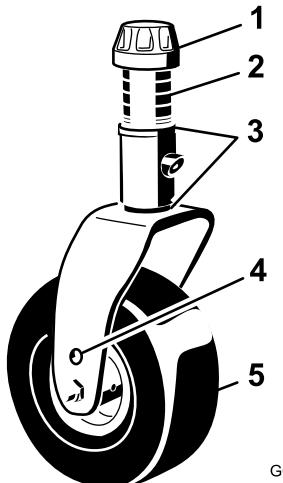
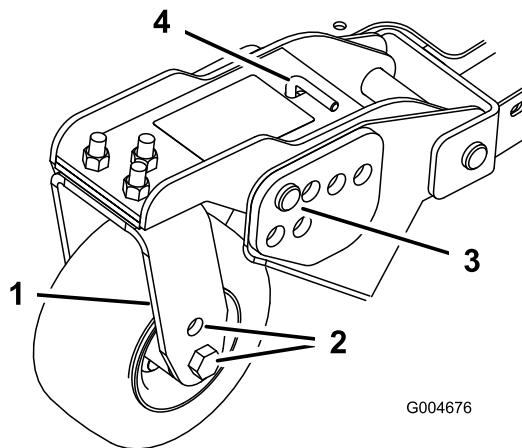
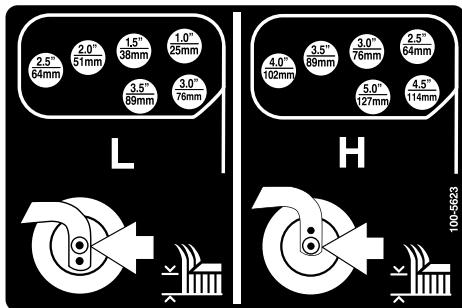

Figura 24
Figura 26
Figura 27
1. Coloque os eixos da roda giratória nos mesmos orifícios em todas as forquilhas da roda giratória (Figura 24 e Figura 26).
2. Retire a tampa de tensionamento do eixo roscado e desloque o fuso para fora do braço da roda giratória (Figura 24).
5. Retire o perno de gancho e os pinos de segurança dos braços articulados da roda giratória (Figura 26).
6. Rode a barra tensora para levantar ou descer o braço articulado, até os orifícios se encontrarem alinhados com os orifícios da altura de corte desejados, na estrutura da plataforma do cortador (Figura 26 e Figura 27).